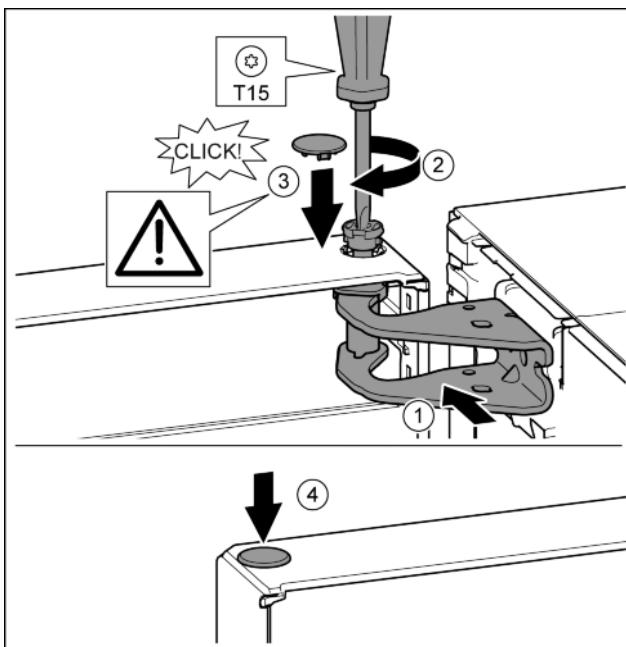

Fig. 24
- Дверь вверху выровнять по отверстию в опорном кронштейне. Fig. 24 (1)
- Вставить палец и затянуть отверткой T15. Fig. 24 (2)
- Установить предохранительную крышку для защиты двери: вставить предохранительную крышку и проверить, прилегает ли она к двери. В ином случае вставить палец полностью. Fig. 24 (3)
- Вставить заглушку. Fig. 24 (4)